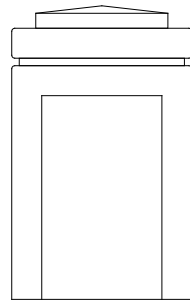

图3-77 编辑图形
- 05** 调用F（圆角）命令，对图形执行圆角操作（R=10）；调用L（直线）命令、TR（修剪）命令，绘制直线并修剪矩形，如图3-77所示。